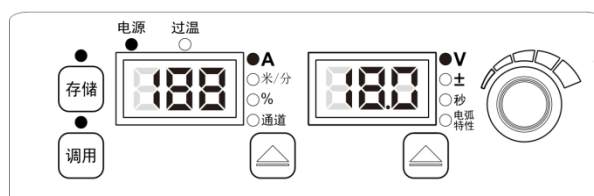

图 3-18 普通锁定界面
1. 选择好焊接参数，长按**执行**键 3 秒，左边数码管提示“L”后，存储和调用指示灯同时闪烁，即进入普通锁定界面，如图 3-18 所示。